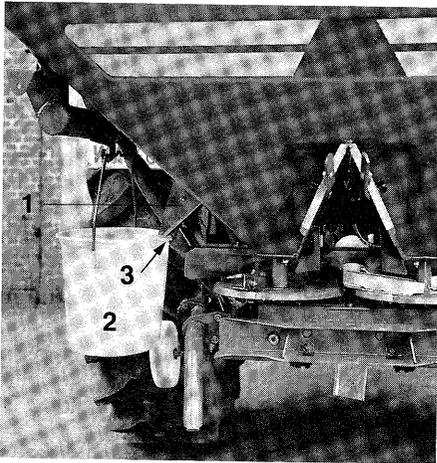

Fig. 7.6
Mit der Abdrehvorrichtung (Fig. 7.6/1) wird die Schieberstellung für die gewünschte Streumenge **ohne Streutabelle** mittels **Nomogramm** bzw. **Rechenscheibe** ermittelt. Hierdurch werden bereits bei der Ermittlung der Schieberstellung die sich veränderbaren Streueigenschaften der Düngersorten berücksichtigt.
- Auffangbehälter (Fig. 7.6/2) mittels Bügel am Rahmen einhängen. Auffangbehälter mittels Klemmvorrichtung (Fig. 7.6/3) einrasten.